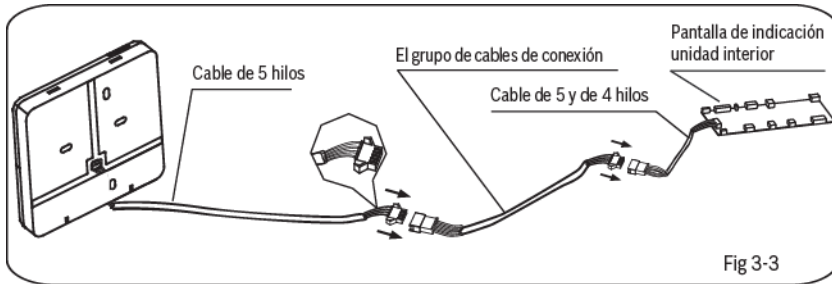

Fig 3-3
- Conectar el conector hembra del grupo de cables del panel principal al conector macho del grupo de cables de conexión. (Véase fig.3-3)
- Conectar el otro lado del grupo de cables de conexión al conector macho de cables de grupo que sale del Mando a distancia por cable. (Véase fig.3-3)